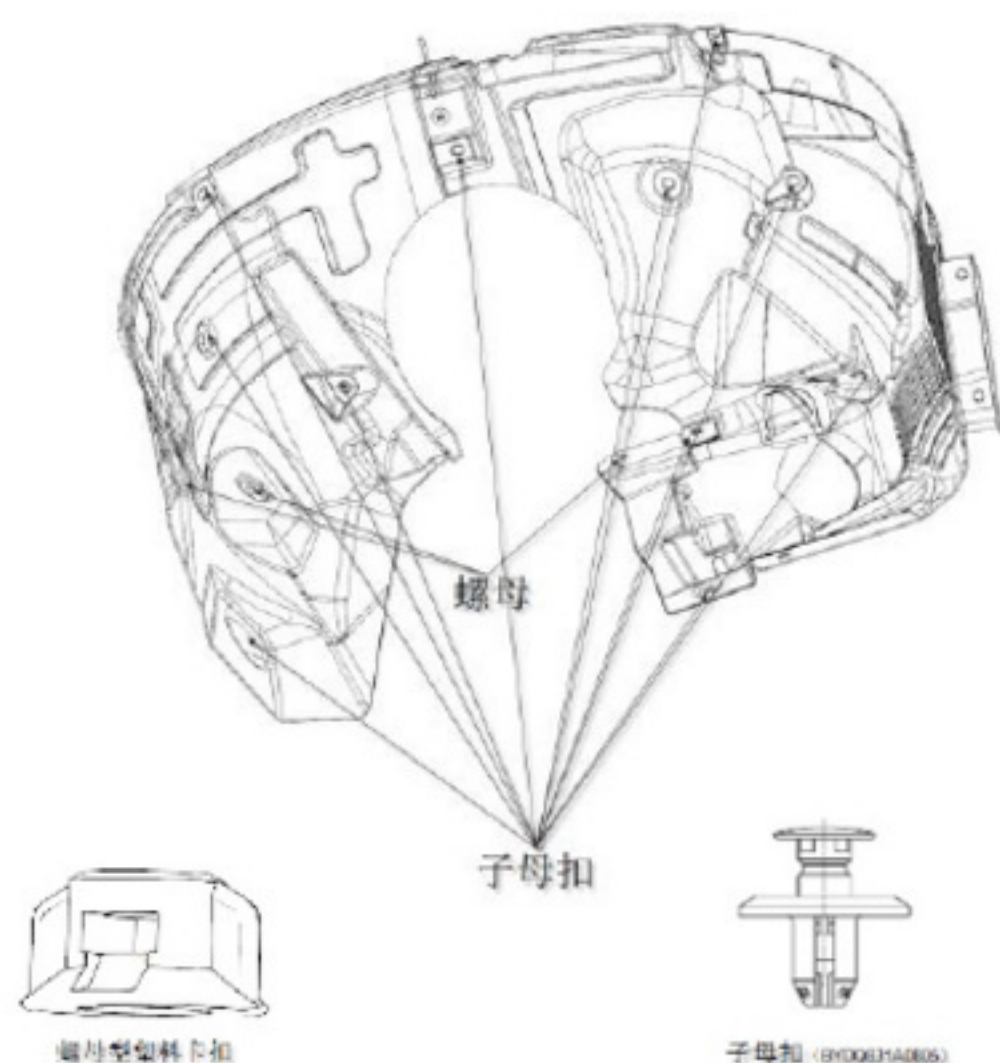

图 2-12
(2) 用一字螺丝刀拆除 11 个子母扣，以及拧下 3 个塑料螺母，如图 2-12 所示：